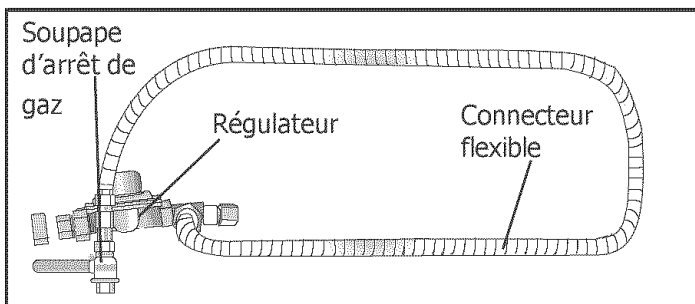

Figure 11: méthode connecteur flexible
**Méthode connecteur flexible (voir figure 11)**